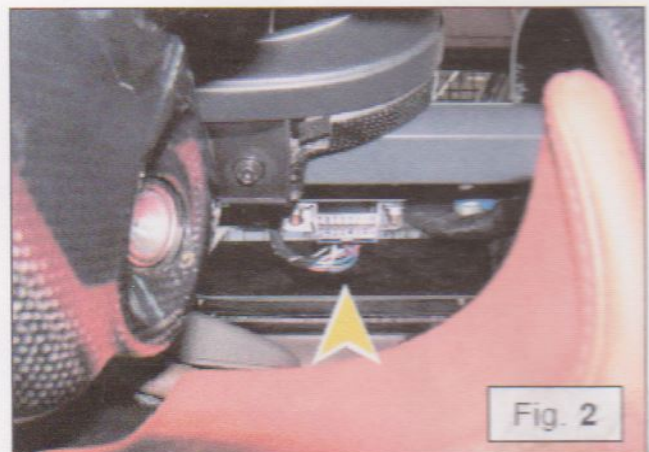

Fig. 2
**2. Beim Modell Enzo Ferrari** müssen wegen der **anderen Position** des **OBD** Anschlusses (Fig. 2) einige Komponenten des Innenraumes demontiert werden: